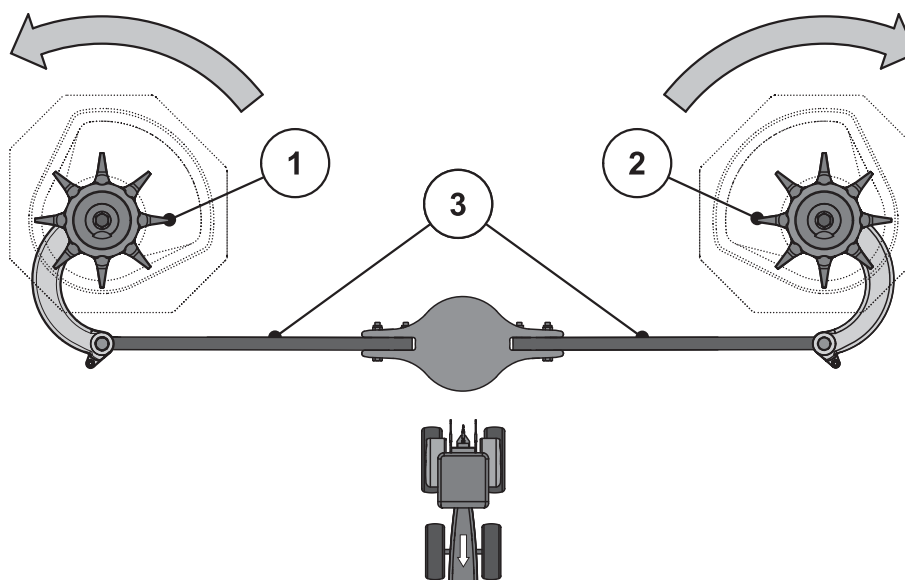

Figure 9.8 : Vérifier l'entraînement de l'agitateur
2. Faites tourner l'agitateur à la main **dans le sens de rotation du disque d'épandage**. Voir figure 9.8.
3. Faites tourner l'agitateur à la main ou à l'aide d'une sangle pour filtre à huile de manière vigoureuse **dans le sens opposé de rotation du disque d'épandage**. Voir figure 9.8.